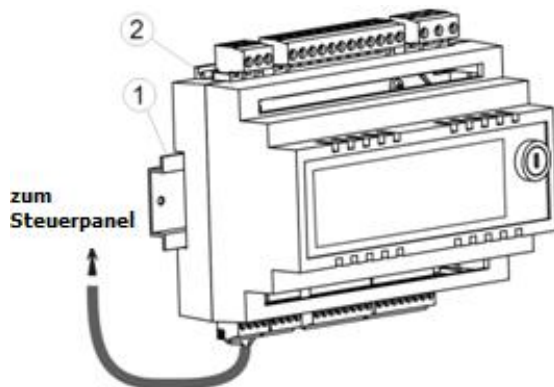

Abb. 15 Anbringen des Reglers auf der Schiene:
Das Gehäuse der Module schützt nicht gegen Staub und Wasser. Um den Schutz gegen schädliche Einflüsse dieser Art sicherzustellen, muss das Modul entsprechend eingebaut werden. Der Einbau muss die Schutzklasse aufweisen, die den Umgebungsbedingungen entspricht, in denen der Regler verwendet wird. Darüber hinaus muss sichergestellt werden, dass der Benutzer keinen Zugriff auf Elemente hat, die unter gefährlicher Spannung stehen (z.B. Klemmen). Zur Verschalung kann ein Standardgehäuse verwendet werden. Damit hat der Benutzer lediglich Zugriff auf die Stirnfläche des Ausführungsmoduls. Zum Anbau können auch Elemente des Kessels verwendet werden, die das gesamte Modul umfassen und verdecken (siehe Abb.17b). Die für ein einzelnes Ausführungsmodul benötigte Fläche ist auf den Abb. 15 abgebildet. Das Ausführungsmodul ist zur Montage auf einer genormten Schiene DIN TS35 vorgesehen. Die Schiene muss auf einem festen Untergrund gut festgeschraubt werden. Vor dem Anbringen der Module auf der Schiene (1) müssen die Klemmen mit Hilfe eines Schraubenziehers angehoben werden (2) (siehe Abb. 26).